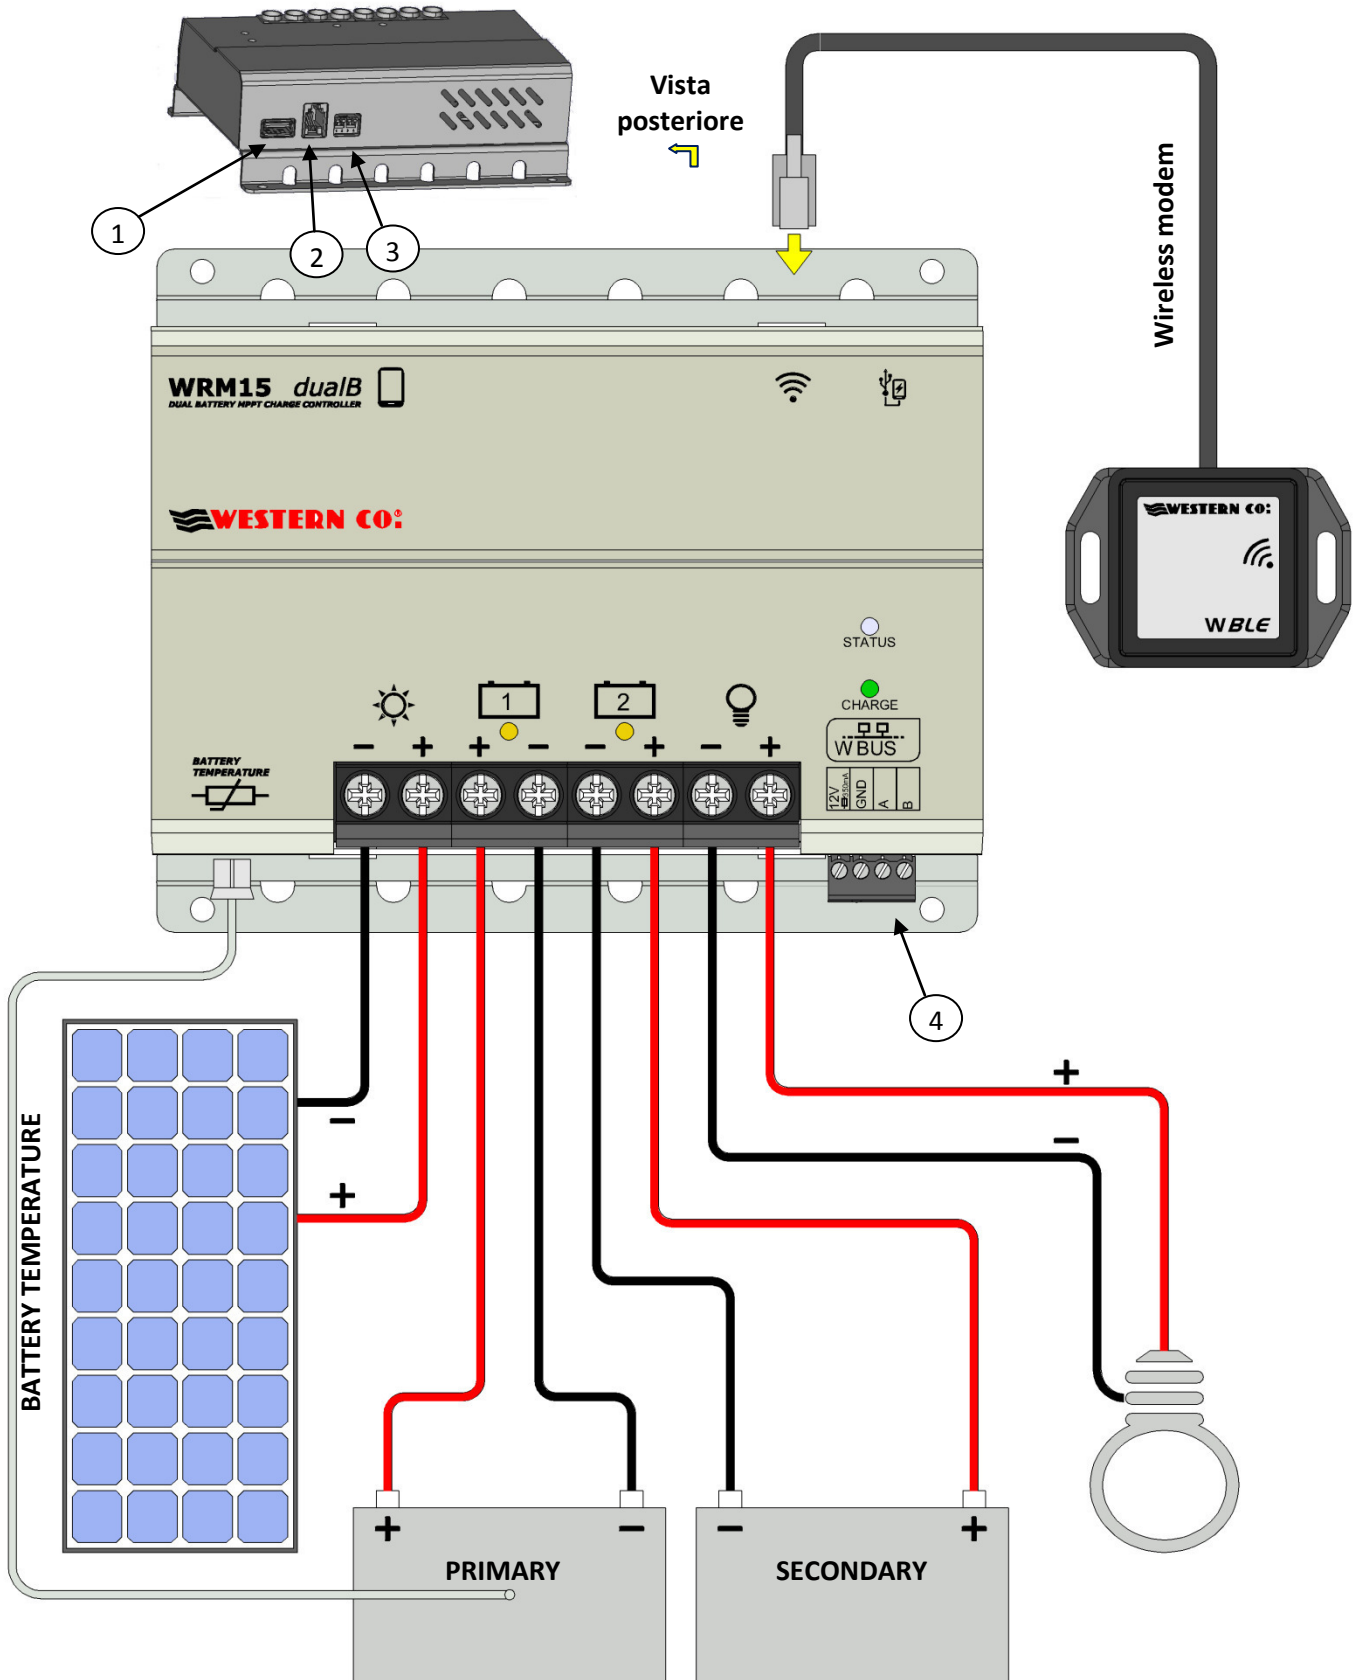

Fig. 2 Schema di collegamento
- 2) Collegare nell'ordine: carico, sonda per misura temperatura batteria (in dotazione), modulo PV e per ultimo la batteria primaria (battery 1) come nello schema fig. 2. Alla connessione della batteria il regolatore si accende e inizia a funzionare. Impiegare sezioni di cavo appropriati come indicato in fig. 2. Il **WRM15 dualB/dualB-E** riconosce automaticamente la tensione nominale di batteria e adegua di conseguenza le sue soglie di funzionamento.
Se erroneamente perdetevi la password che avete impostato sul vostro dispositivo e non riuscite più a connettervi perché questo all'accesso vi chiede la password, allora dovete reimpostare la password di default (1234). Al momento della connessione al dispositivo, quando è attiva la pagina di richiesta password, impostate gli switch (punto 3 di Fig. 2) tutti in posizione ON per almeno 2 secondi, poi li portate tutti in posizione OFF per almeno 2 secondi e infine li riportate ancora in ON per altri 2 secondi. A questo punto il **WRM15 dualB/dualB-E** ha reimpostato la password 1234, quindi inseritela nella finestra di richiesta password e avete di nuovo accesso al dispositivo.